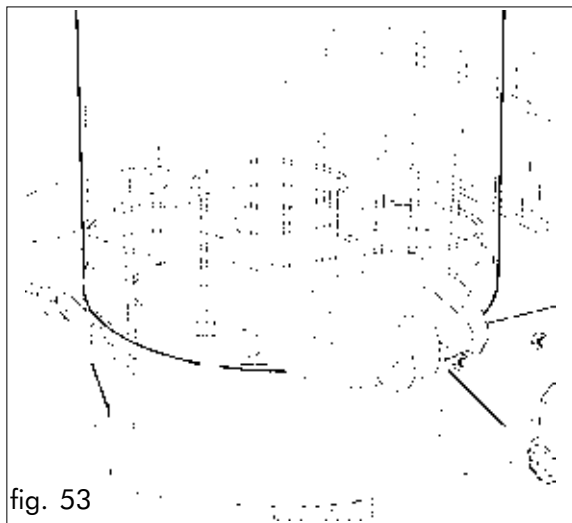

fig. 53
- Remove the cup turret (fig. 53).